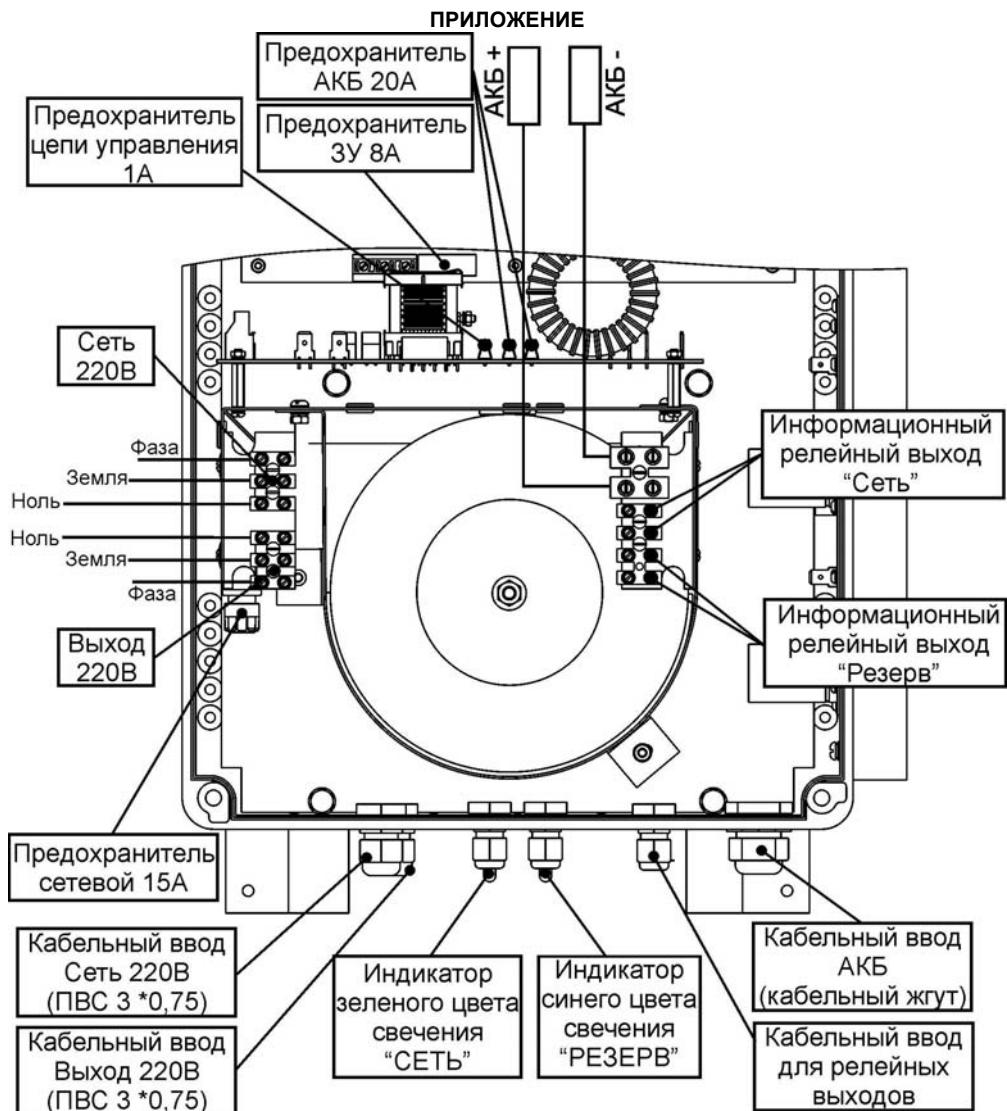

Рис.1 Общий вид источника с открытой крышкой
<p style="text-align: center;">ВНИМАНИЕ! Эксплуатация источника без защитного заземления запрещена! Установку, монтаж, демонтаж и ремонт производить только при полном отключении источника от сети! Запрещается устанавливать в держатель предохранителя перемычки и вставки плавкие с номиналами, превышающими указанный в приложении (см. рис.1)</p>
Подключение источника производится при отключенном сетевом напряжении (см. Приложение рис.1) в приведенной последовательности:
- подключить аккумуляторные батареи к клеммой колодке АКБ (см рис.1) с учетом полярности (**красный провод – к клемме «+АКБ»**); Схема последовательного соединения внешних АКБ показана на рис.2.